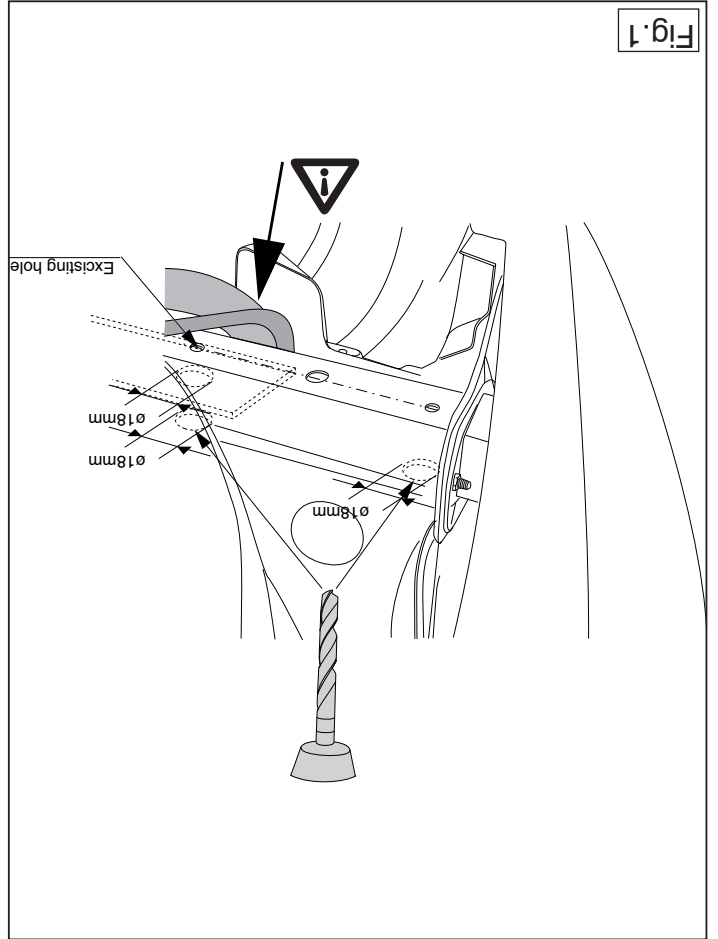

Fig.1
7. Die Löcher A und B im Kofferraum bis auf etwa 18 mm vergrößern Siehe Abbildung 1.
7. Увеличить отверстие A и B в багажном отсеке до диаметра 11 мм. См. рисунок 1.